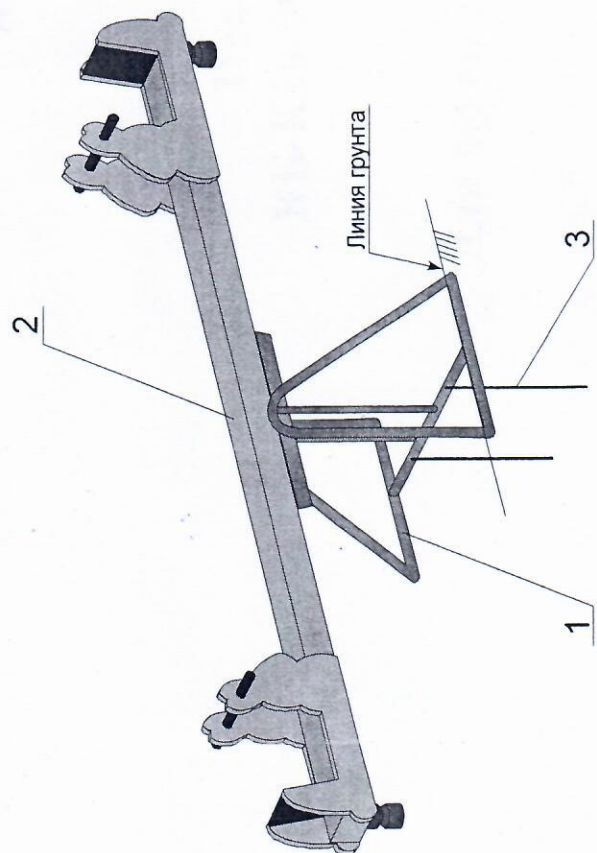

Рисунок 1 - Общий вид изделия
4.1 В состав изделия входят следующие элементы, перечисленные в порядке номеров позиций (шт.) - см. рисунок 1 (с. 8):